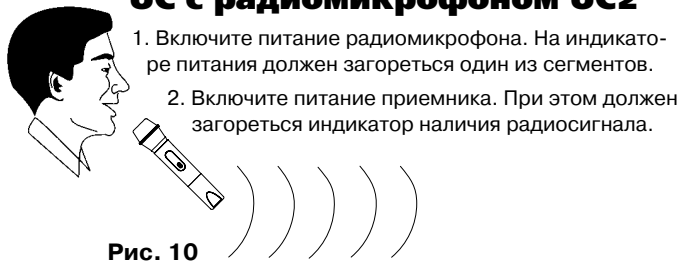

Рис. 10
4. Говорите или пойте в микрофон, одновременно устанавливая необходимый уровень выходного сигнала приемника регулятором OUTPUT LEVEL (Рис. 10).